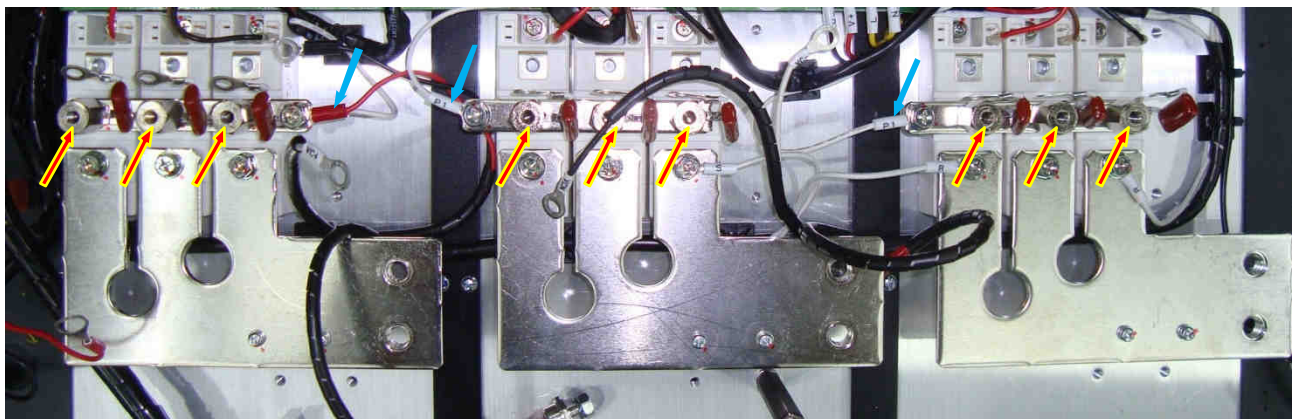

Рис. 7.8.
7.3.6. Установить шины «+» и балластные конденсаторы на выводы «2» диодно-тиристорных модулей. Закрепить шины и конденсаторы шестигранными стойками M6/22 (рис.7.8. стрелки красного цвета). Прикрутить винтами к шинам «+» провода «P1» жгутов управления тиристорами и красный провод контроля напряжения шины постоянного тока (рис. 7.8. стрелки синего цвета).